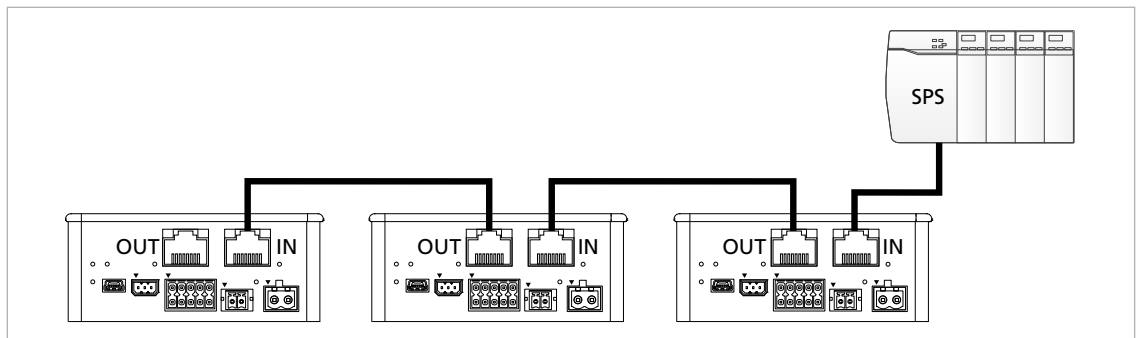

Abb. 2: Anschluss im EtherCAT-Netzwerk
2. EtherCAT-Anschluss IN mit dem Anschluss auf Master-Seite verbinden (siehe Abb. 2).